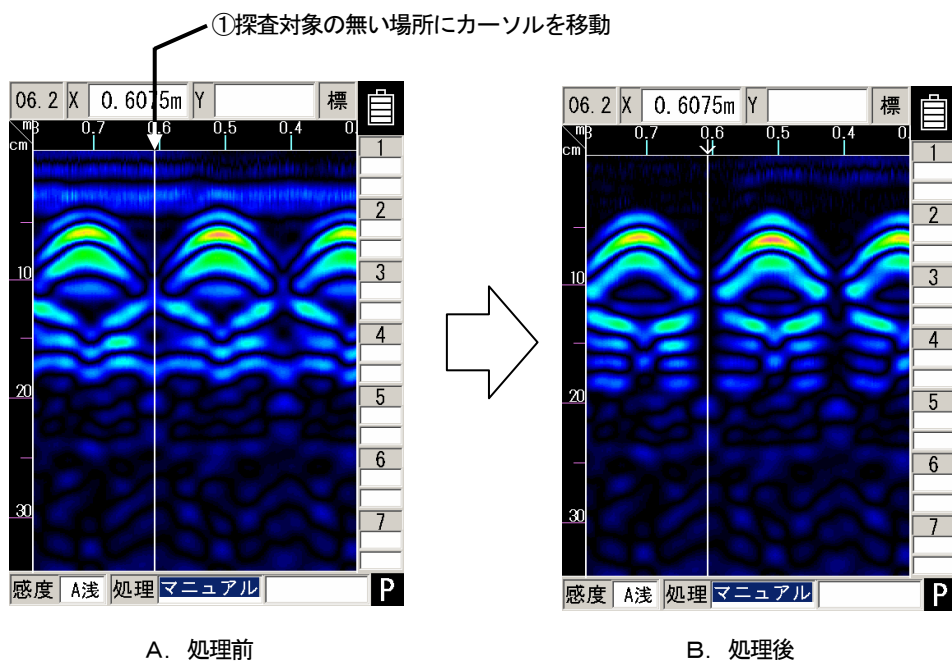

図3-26 マニュアル表面波処理
マニュアル表面波処理は、探査結果においてコンクリート表面付近からの反射の影響が取り除ききれないときに使用します。(図3-26 A参照)
- (2) カーソルキー▲▼により“マニュアル”に設定します。
- (3) カーソルキー◀▶により探査結果内で探査対象物の無い場所にカーソルを移動します。
(図3-26 A-①参照)
- (4) **5**ENTER を押すことにより、カーソル位置の反射波を表面波としたマニュアル表面波処理が実行されます。このときカーソルのあった位置に“↓”の印が表示されます。
(図3-26 B参照)